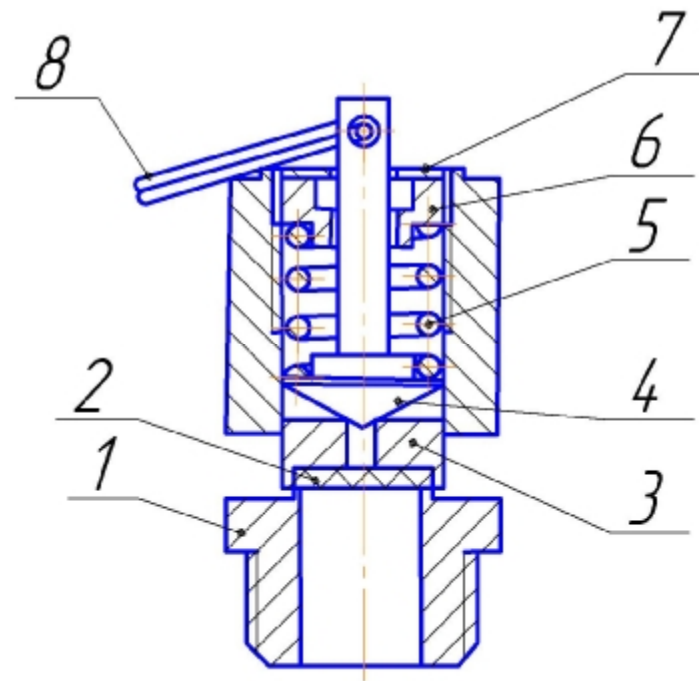

Рисунок 8. Клапан предохранительный.
4.1.6 Блок распределения (Рис.8) предназначен для обеспечения оптимального теплового режима установки, посредством срабатывания термостата.